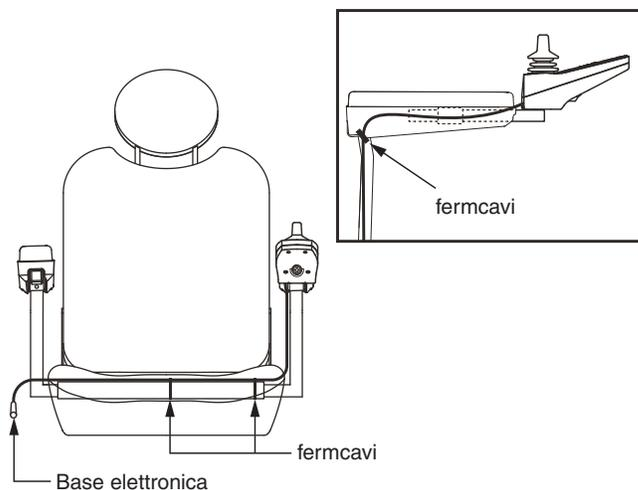

Figura 7. Centralina diretta su un sedile
6. Fissare il cavo della centralina al bracciolo con un fermacavi. **Vedere figura 7.**